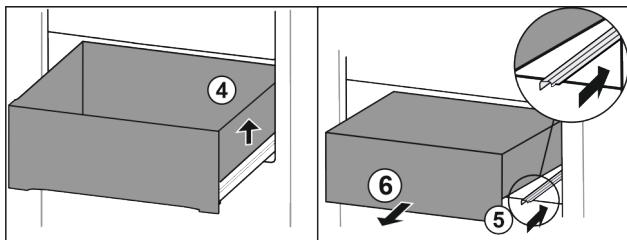

Fig. 78
- Приподнимите выдвижной ящик справа. Fig. 78 (4)
- Вставьте правую направляющую. Fig. 78 (5)
- Извлеките выдвижной ящик движением вперед. Fig. 78 (6)